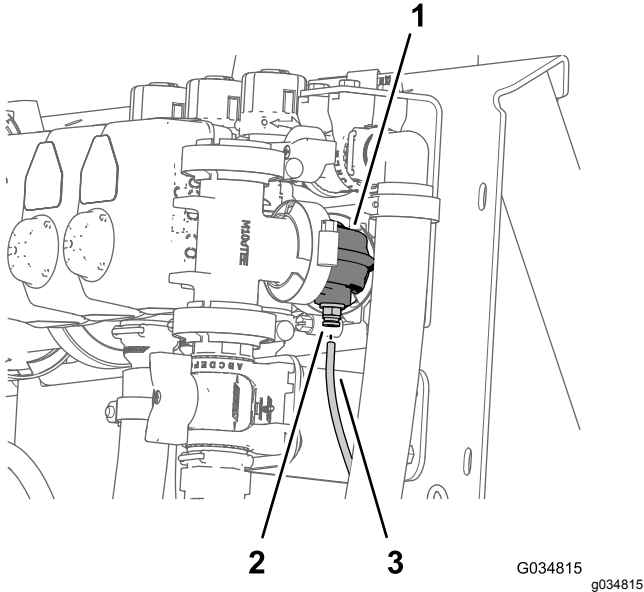
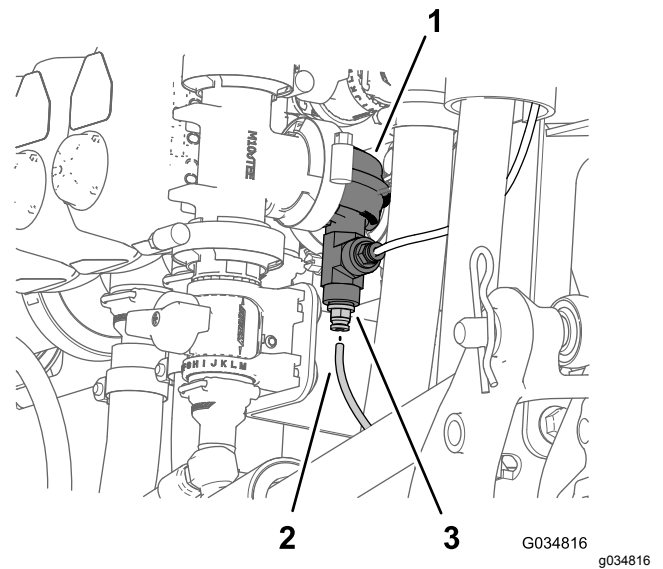

Bild 12
Bild 13
1. Drücken Sie den Stellring für die Schlauchkupplung in den 90°-Krümmer des rechten Auslegerabschnittventils hinein (Bild 12 oder Bild 13).
2. Ziehen Sie den Druckmessschlauch für das Druckmessgerät am Armaturenbrett aus der Schlauchkupplung (Bild 12 oder Bild 13).